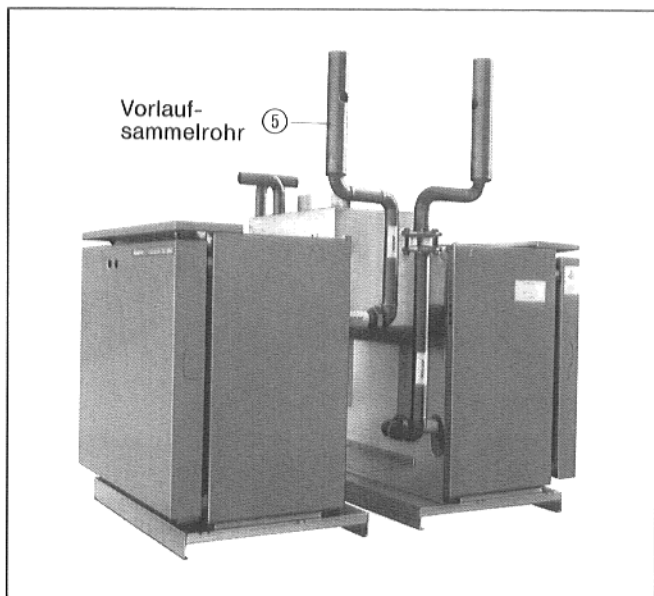

Abb. 3
5. Vorlaufsammelrohr ⑤ in Vorlaufrohr Kesselblock 1 ein-schrauben (Abb. 3).